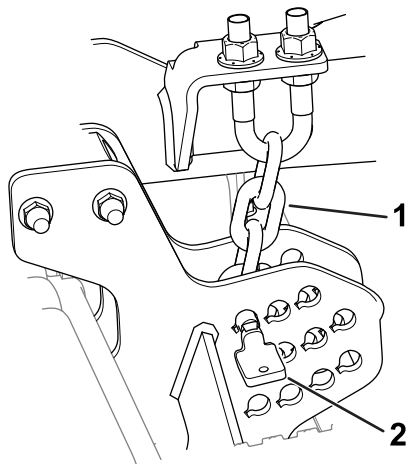

Figure 17
2. Retirez les goupilles de hauteur de coupe (Figure 17) des plaques latérales de l'unité de coupe.